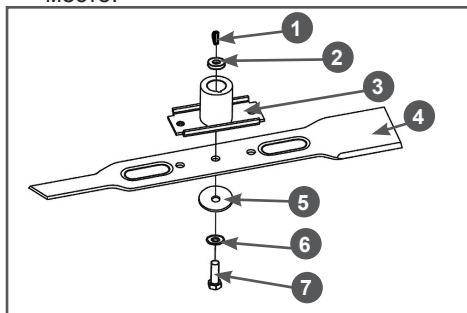

Рис. 23 Установка ножа
2. С помощью соответствующего инструмента открутите болт 7 крепления ножа и снимите нож (Рис. 23).
3. Снимите с вала двигателя адаптер 3 ножа и втулку 2 адаптера (Рис. 23).
4. Убедитесь в том, что шпонка 1 адаптера на месте и не имеет повреждений (Рис. 23). Во избежание утери шпонки во время заточки ножа или других работ по обслуживанию газонокосилки извлеките шпонку из шпоночного паза и уберите в надёжное место.
7. Установите все детали на место в порядке, обратном снятию. Схема установки показана на Рис. 23.
8. Зафиксируйте нож от проворачивания и надёжно затяните болт 7 крепления ножа (Рис. 23).